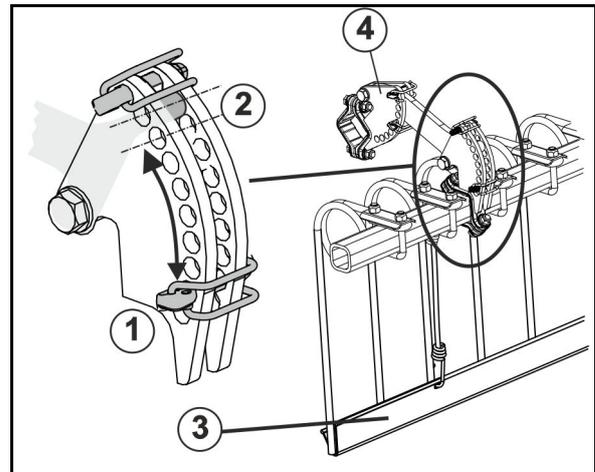

Fig. 36
- La máquina posee por cada brazo una opción de ajuste del desplazamiento de disco (Fig. 36)